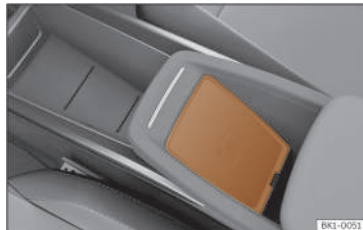

Fig. 160 Sulla console centrale: alloggiamento per il collegamento del telefono cellulare.
- Collocare il dispositivo mobile al centro dell'alloggiamento con lo schermo rivolto verso l'alto >>> **fig. 160**, >>> .